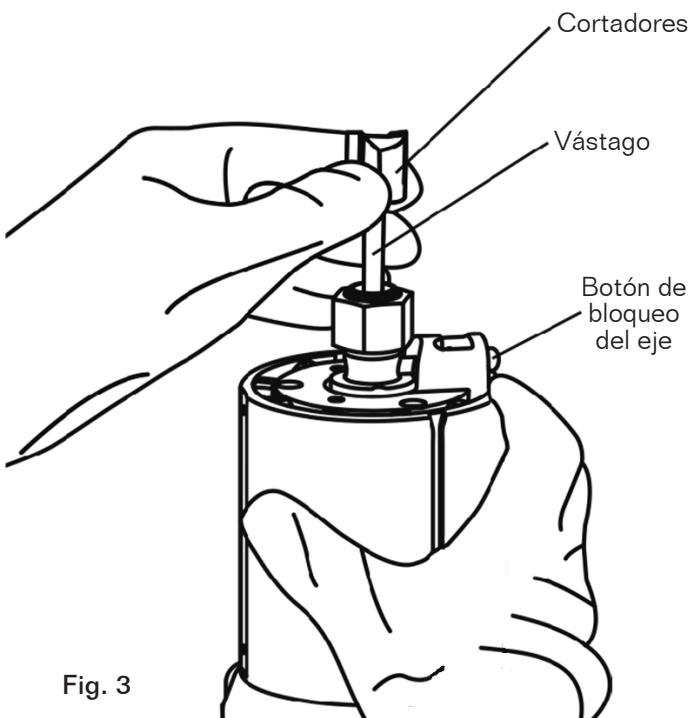

Fig. 3
INSTALACIÓN DE LA BROCA CORTADORA (FIG.3)
6. Inserte el vástago de la broca del cortador en el conjunto de la pinza hasta donde sea posible, luego retire el vástago hasta que las cuchillas estén aproximadamente a 1/8 "a 1/4" de la cara de la pinza (FIG. 3).